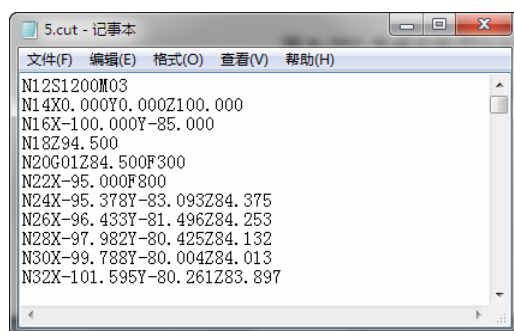

图 8-208 生成的数控代码
4) 输入文件名后选择“保存”按钮，系统提示“拾取加工轨迹”，应按顺序依次拾取加工轨迹。当拾取到加工轨迹后，该加工轨迹变为被拾取颜色。单击鼠标右键结束拾取，系统即生成数控程序。该程序是“记事本”文件，如图 8-208 所示。拾取时可使用系统提供的拾取工具，可以同时拾取多个加工轨迹，被拾取轨迹的代码将生成在一个文件当中，生成的先后顺序与拾取的先后顺序相同。